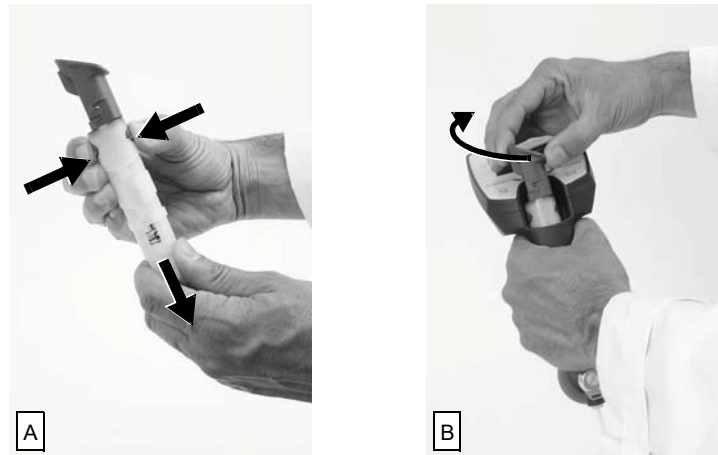

Abb. 14-2: **A:** Lösen einer verriegelten Pumpe | **B:** Wiedereinsetzen der Pumpe
1. Wenn der Pumpenschaft verriegelt war, lösen Sie die Verriegelung (siehe Abb. 14-2, A):
2. Setzen Sie die Pumpe ein, wobei das obere Ende des Pumpenknopfs nach links zeigt (siehe Abb. 14-2, B).